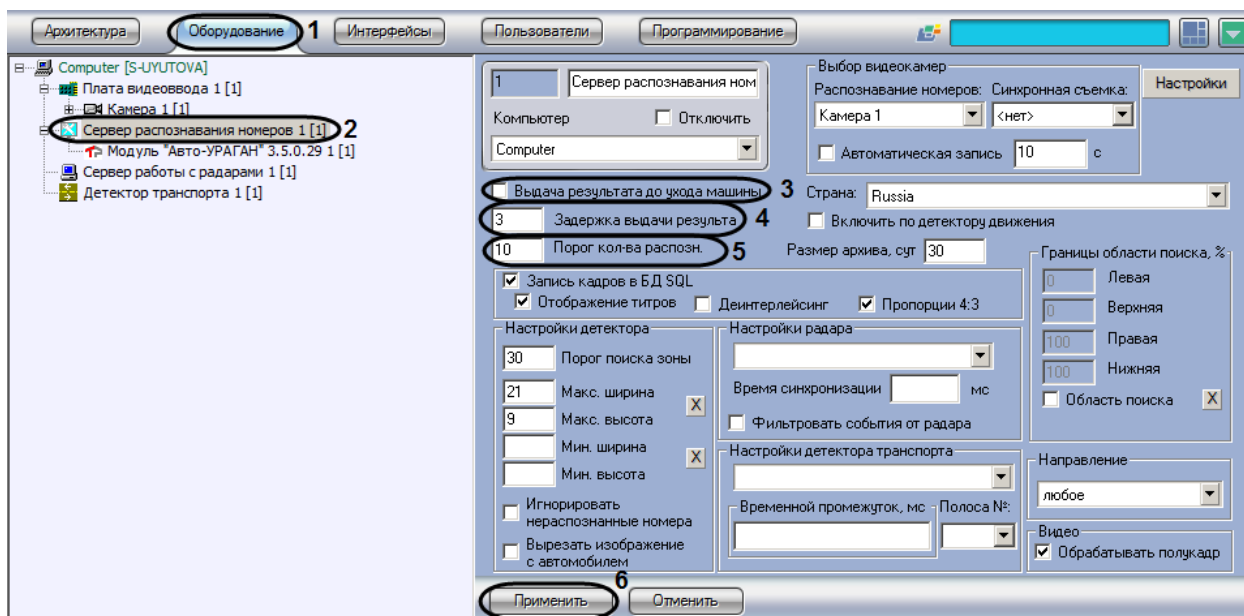

Рис. 7.2—17. Выбор параметров обработки номерного знака
1. В диалоговом окне «Настройка системы» перейти на вкладку «Оборудование» (Рис. 7.2—17, 1).
2. В дереве объектов на вкладке «Оборудование» выбрать объект «Сервер распознавания номеров», соответствующий активированному программному модулю «Авто-УРАГАН 3.5.0.29» или «VIT» (см. раздел «Активация программного модуля, используемого для распознавания номеров», Рис. 7.2—17, 2). В правой части вкладки «Оборудование» отобразится панель настройки выбранного объекта.
3. Установить флажок «Выдача результата до ухода машины» (см. Рис. 7.2—17, 3). В том случае, если флажок «Выдача результата до ухода машины» установлен, результат выдается до реального ухода машины из кадра (номера данной машины из границ поиска номерного знака). В противном случае, окончательный результат выдается только после реального ухода машины из кадра.
4. Задать параметр «Задержка выдачи результата» (секунды) (см. Рис. 7.2—17, 4). В том случае, если данный параметр задан, результат распознавания будет выдаваться сразу после того, как пройдет промежуток времени, заданный данным параметром. Данный промежуток времени начинает отсчитываться после первого распознавания номерного знака.
*Примечание. Данный параметр используется только при установленном флажке «Выдача результата до ухода машины» (см. Рис. 7.2—17, 3).*
5. Задать параметр «Порог кол-ва распозн.» (см. Рис. 7.2—17, 5). В том случае, если данный параметр задан, результат распознавания будет выдаваться сразу после того, как количество надежных распознаваний номерного знака превысит значение данного параметра. Счетчик количества распознаваний является накопительным и не сбрасывается в случае временных потерь данной зоны или неправильных распознаваний.